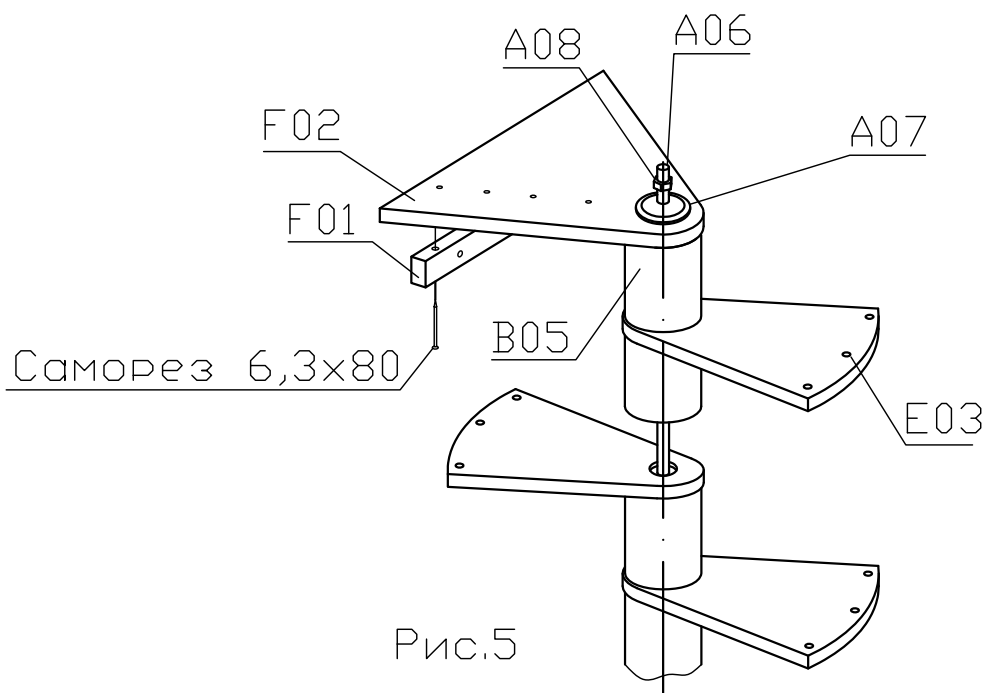

Рис.5
2.5.8 Наденьте на резьбу упорную шайбу (A07) и навинтите с небольшим натягом гайку M20 (A08). См. Рис.5.